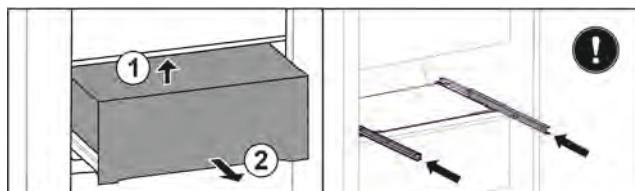

Fig. 37\*
- Поднимите выдвижной ящик сзади снизу Fig. 37 (1).\*
- Извлеките движением вперед Fig. 37 (2).\*